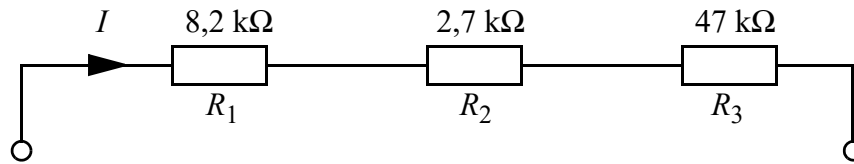

Figure 2.7 Trois résistances en série. Le courant I est le même en tous les points du circuit.
- 2.7 *** Lorsque des résistances sont connectées en série, le courant qui les parcourt est identique dans toutes les résistances voir *Figure 2.7* ci-dessous. En effet le courant qui sort de R_1 est le même que celui qui y entre et il n'a d'autre possibilité que d'entrer dans R_2 en sortant de R_1 , puis en sortant de R_2 , d'entrer dans R_3 , avant de retourner vers la source. Dans ces conditions, la tension aux bornes de chaque résistance vaut :